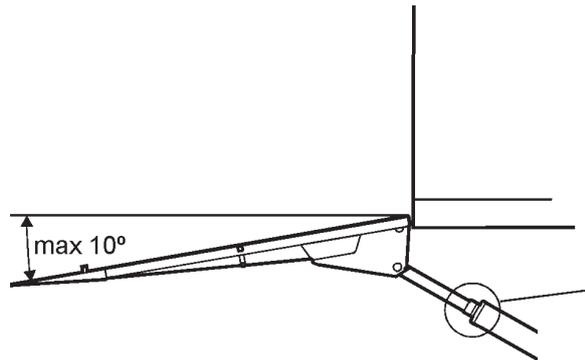

Abbildung 38. Der Neigungswinkel muss auf max. 10° eingestellt werden
1. Die Ladebordwand nach oben fahren, bis sie an der Ladefläche anliegt. Siehe Abbildung 38.
3. Die Bordwand bis max. 10° unter die Horizontalebene kippen. Siehe Abbildung 38.
4. Den Anschlag vollständig an der Oberseite des Zylinders ausrichten (4).